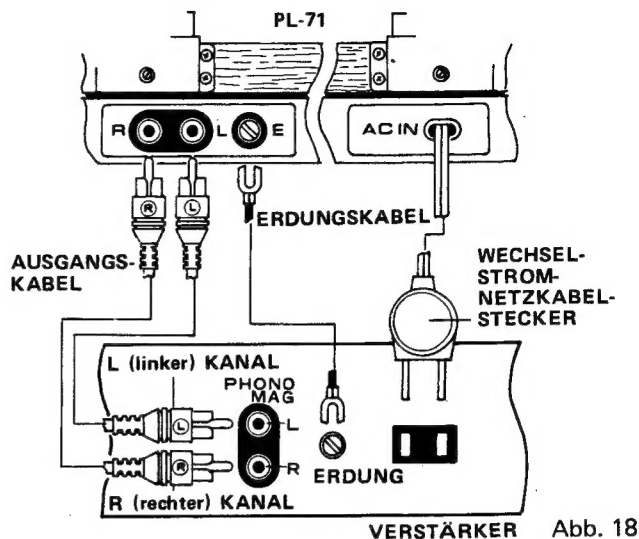

Abb. 18
1. Die Verbindungskabel des PL-71 sind mit L und R bezeichnet; verbinden Sie diese mit den linken und rechten, mit PHONO MAC bezeichneten, Eingangsbuchsen des Stereo-Verstärkers (Abb. 18).